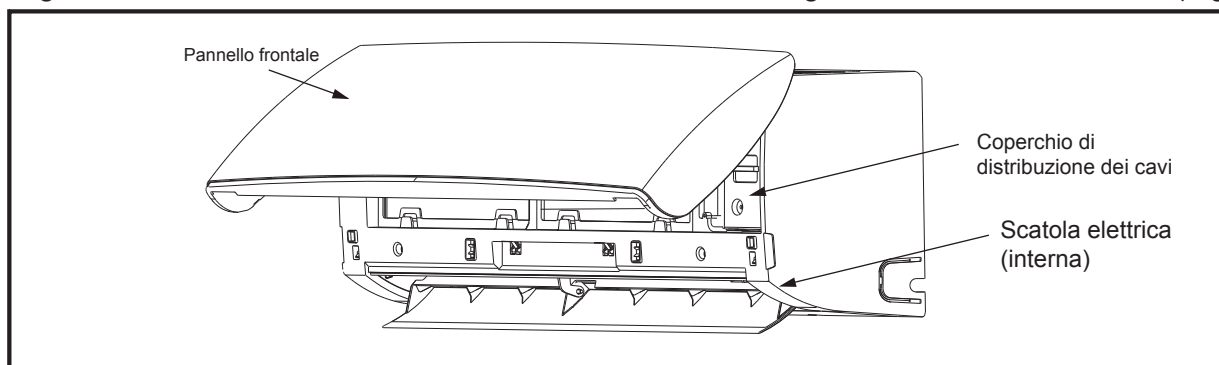
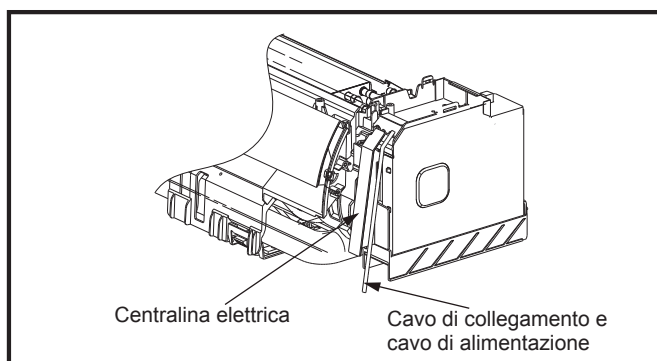

Fig. 16
Fig. 17
- 6). Aprire il pannello anteriore e il coperchio di distribuzione del cablaggio (Fig.16), poi guidare il cavo di collegamento e il cavo di alimentazione attraverso il binario di guida della scatola elettrica (Fig.17).